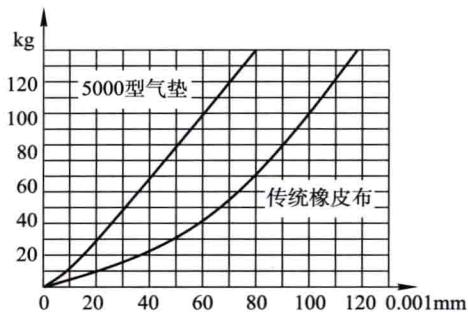
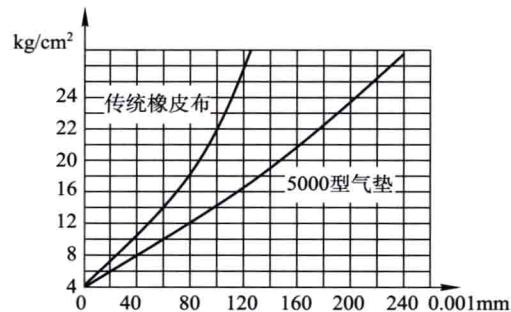

图 1-9 伸长率比较
图 1-10 压缩性比较
(2) 伸长曲线与压缩曲线比较如图 1-9、图 1-10 所示。